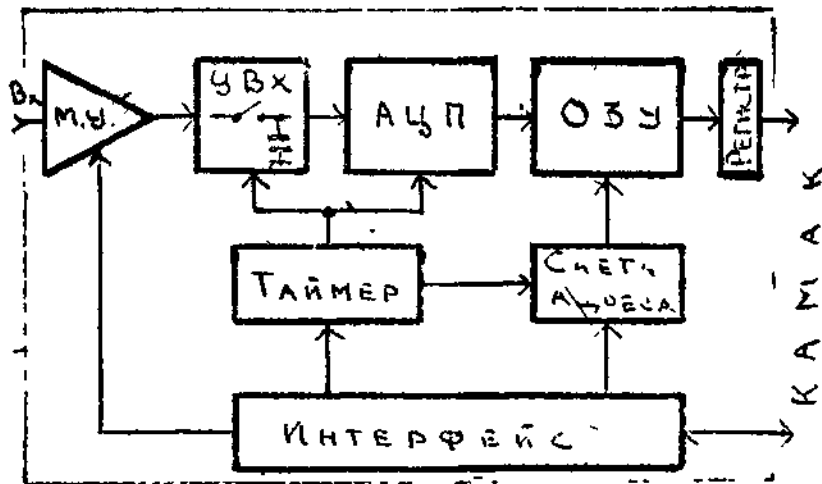

Рис. 3
Блок-схема прибора приведена на рис. 3.
- одного "лишнего" чтения (это необходимо, чтобы переписать информацию из ячейки с выбранным адресом в выходной регистр (см. рис.3);